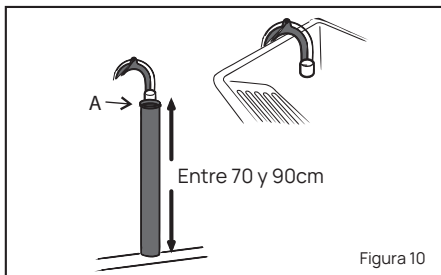

Figura 10
- Situe la manguera de desagote, con el soporte manguera que se provee, dentro de un tubo de mayor diámetro (min. 4 cm) o apoye la misma bien sujeta en cualquier tipo de desagüe a la altura indicada. Ver figura 10